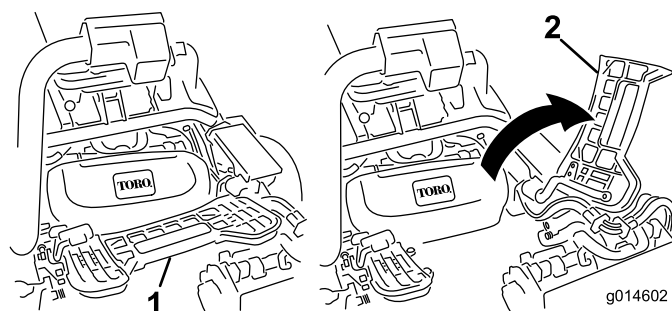

Figura 31
1. Sollevate il poggiapiedi e ruotatelo fino all'apertura, per consentire l'accesso alla posizione dell'apparato di taglio centrale.(Figura 31)